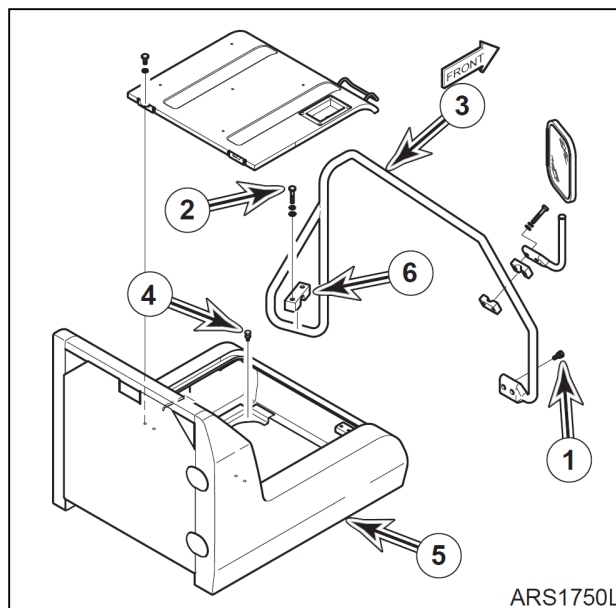

Рис. 10
19. Снять четыре болта (1 и 2, рис. 10), зажим (6) и распорку (3) с топливного бака и рамы. Снять четыре болта (4) и крышку аккумуляторной батареи (5) с рамы.